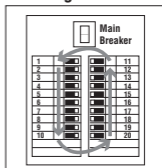

Figure 4
5. Faites glisser le nez du récepteur le long du bord extérieur de chaque rangée de disjoncteurs en suivant un schéma en forme d'hippodrome comme indiqué (figure 4). Remarque : Le récepteur émet des bips fréquents lorsqu'il mesure la force relative du signal lors du premier passage.